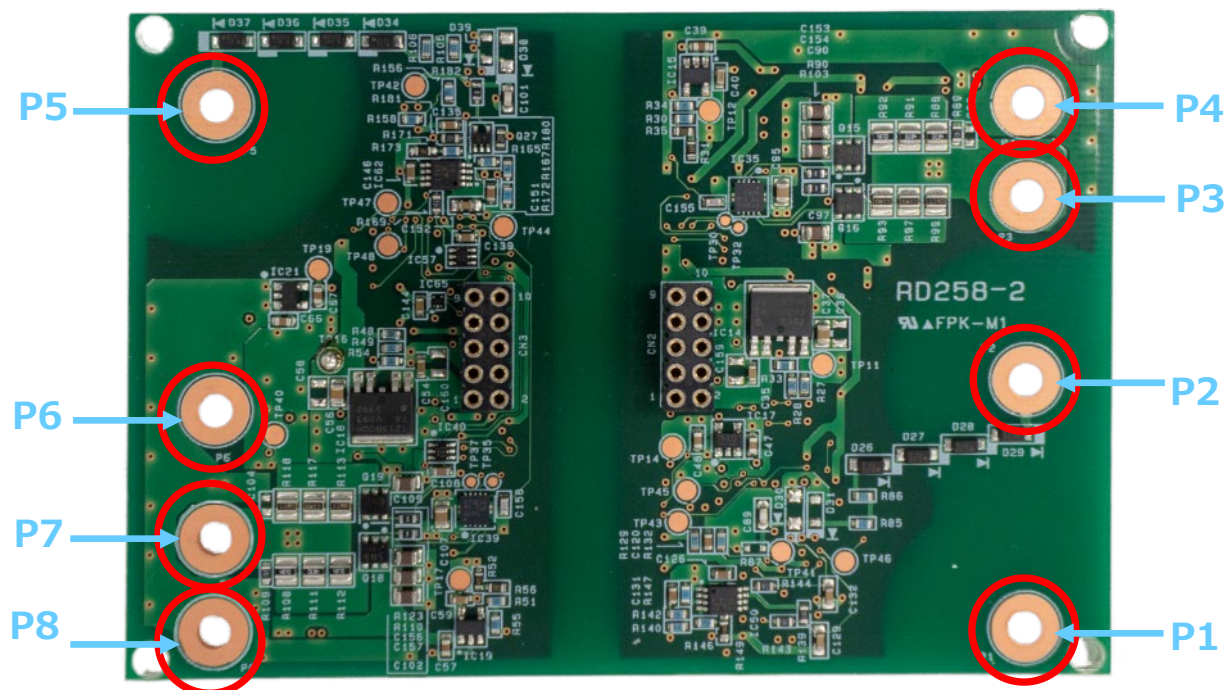

図 4.2 基板表面スルーホール配置
- ・ 本デザインを SiC MOSFET モジュール上に載せ、8 つの信号端子が本デザインの端子に嵌合するか確認してください (図 4.2 赤丸参照)。